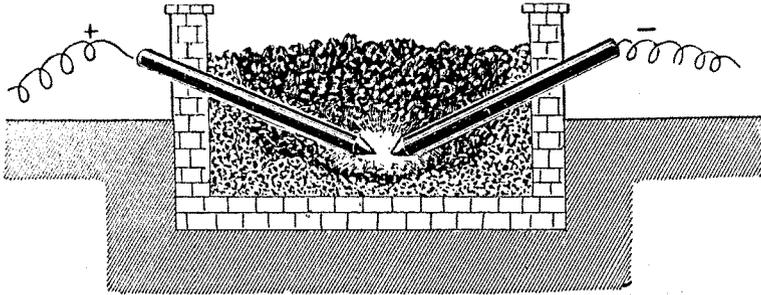

Fig. 26. — Disposition théorique du four Cowles.
**Charbon de cornue.** — Ce charbon est plus pur et plus homogène que le coke. Il est compact, lourd et très dur. Il provient de la décomposition partielle des hydrocarbures par la chaleur. On peut s'en servir pour le chauffage dans des fourneaux à fort tirage; mais ses usages principaux sont les suivants : on en fait des creusets, des nacelles, des tubes pour chauffer des corps. A cause de sa grande conductibilité électrique, il sert à faire des électrodes pour les piles et des crayons pour les lampes à arc voltaïque. Au même titre, il constitue l'outil principal des *fours électriques*, qui ne sont que de puissantes lampes à arc. Ainsi le four Cowles (fig. 26), qui sert à préparer l'aluminium, est formé en principe de deux